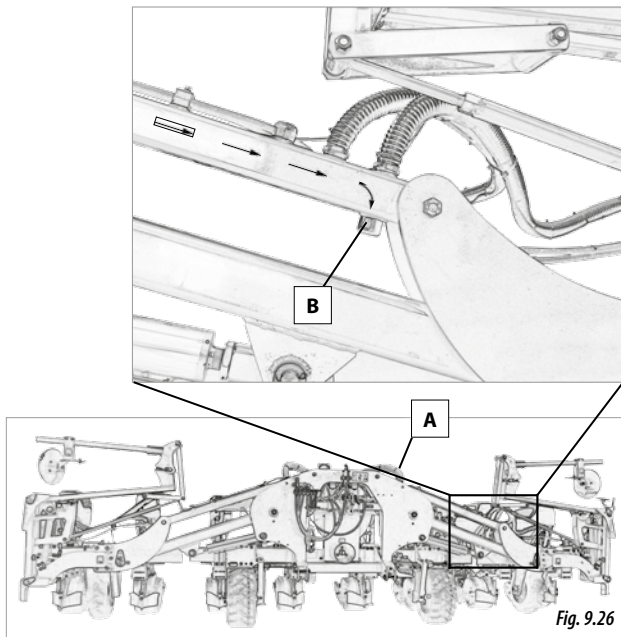

Fig. 9.26
- 2-** Scoateți capacul inferior al dispozitivului de aspirație al părților rabatabile (B, Fig. 9.26).
- 4-** Puneți înapoi capacul (B, Fig.9.26) și conectați conducta de aspirație (A, Fig. 9.26).